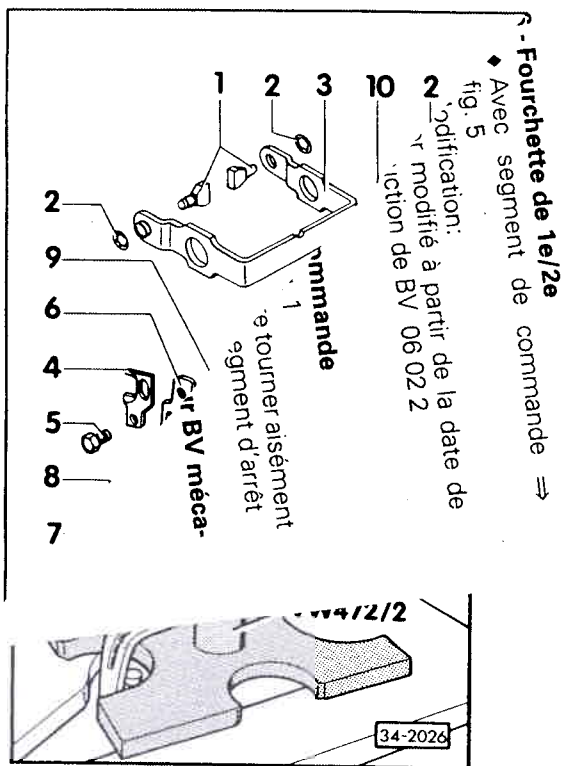

Fig. 3 Bague intérieure du roulement à billes: dépose
♦ Dépose ⇒ fig. 3
- ◆ Emmanchement à la presse ⇒ fig. 3